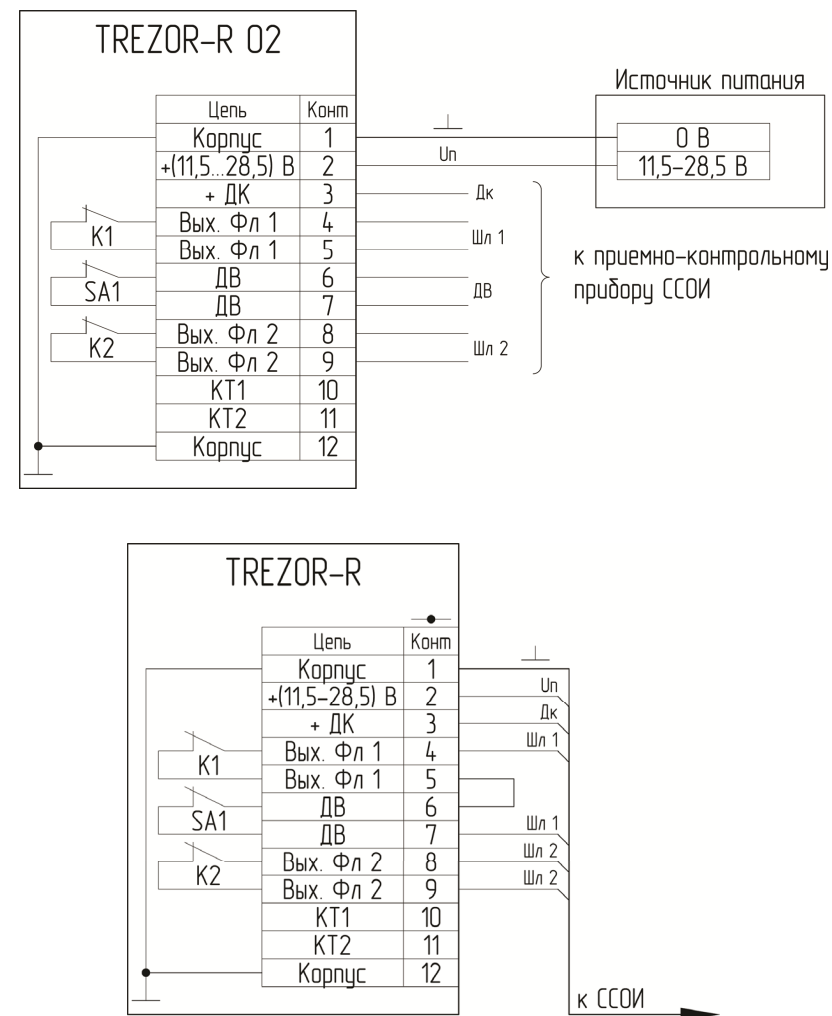

Рисунок 6.7. Схемы подключения
6.5. Данные по назначению выходных контактов приведены на рис. 6.7.
6.6. Схемы подключения средства приведены на рис. 6.7.